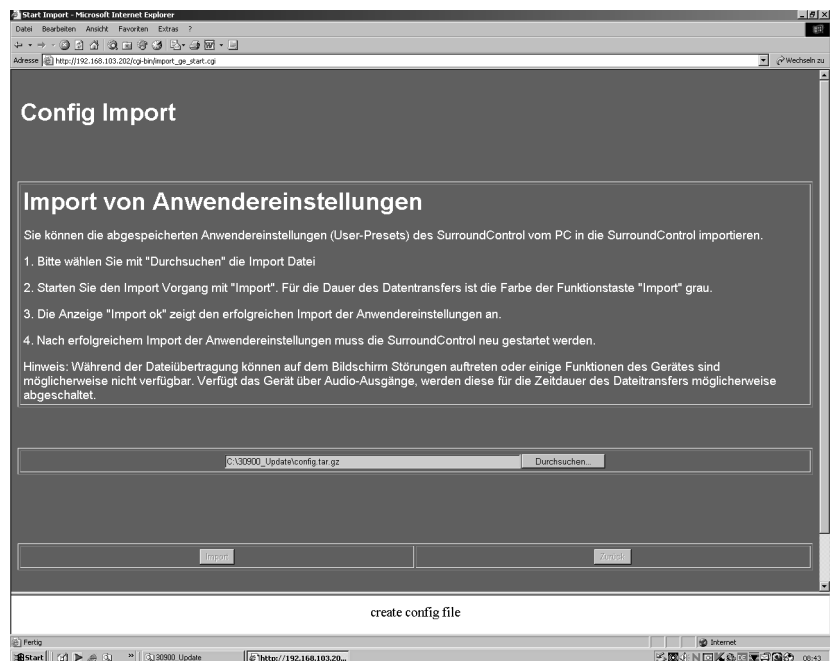

Bild 5-22: Die Anwendereinstellungen werden importiert
6. Während des Import-Vorgangs erscheint die Meldung „create config file“ (siehe Bild 5-22).